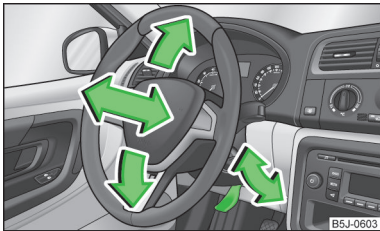

Abb. 2
- > Den Hebel unter dem Lenkrad nach unten schwenken » Abb. 2.